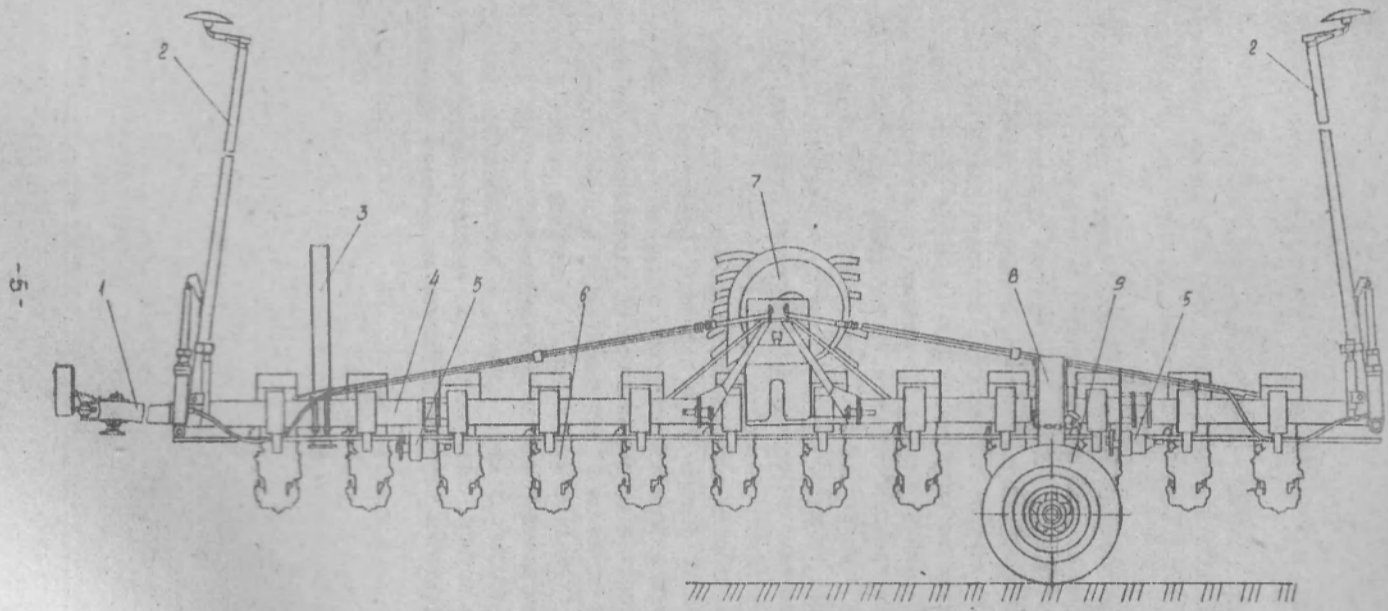

РИС. 1. СЕЧКА ТОЧНОГО ВЫСЕВА СТБ-12 "КОЛОДЕЦ"
2.1 Сеялка пневматическая навесная двенадцатирядная точного высева (рис. 1,2) предназначена для посева калиброванных и дражированных семян свеклы.
3.1 Сеялка состоит из рамы 4 (рис.1) с замком для автосцепки, приводных колес 3 (рис.2) с механизмами передач, посевных секций 6 (см.рис.1), вентилятора 7, маркеров 2, дышла 1, стойки 3 и опор 8 транспортного устройства.